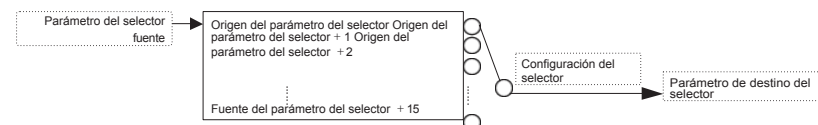

Figura 6-14-3 Selector Por
- Explicación del principio: Tal y como se muestra en la figura 6-14-3, cuando se establece en 0-16, se selecciona una dirección de entre 16 direcciones consecutivas tomando como primera dirección el parámetro «fuente» del selector, y se pasa el valor actual de dicha dirección al parámetro «destino» del selector. Cuando se establece un valor de 200 a 65535 como dirección, esta dirección corresponde al número del parámetro seleccionado, y el valor real viene determinado por el valor actual de dicho número de parámetro.